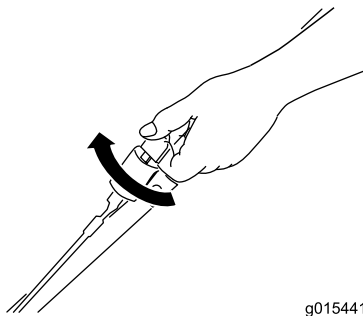
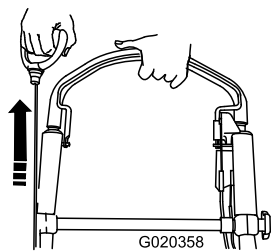

Figura 18
Figura 19
2. Girare la chiave di accensione (Figura 18) o tirare l'avviatore autoavvolgente (Figura 19).